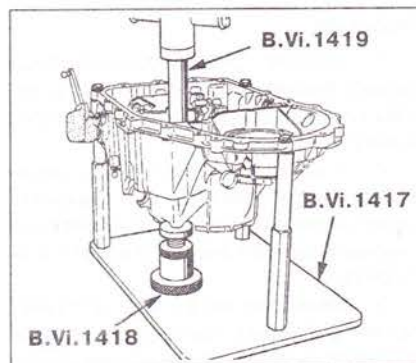

Рис. 5.76. Установите регулируемую подставку В. Ви. 1418, опоры подшипников валов при помощи приспособления В. Ви. 1419.
4. Установите регулируемую подставку В. Ви. 1418 под картер под соответствующее отверстие. Установите регулировочные прокладки в соответствующие отверстия. Установите опоры подшипников валов при помощи приспособления В. Ви. 1419 (рис. 5.76).